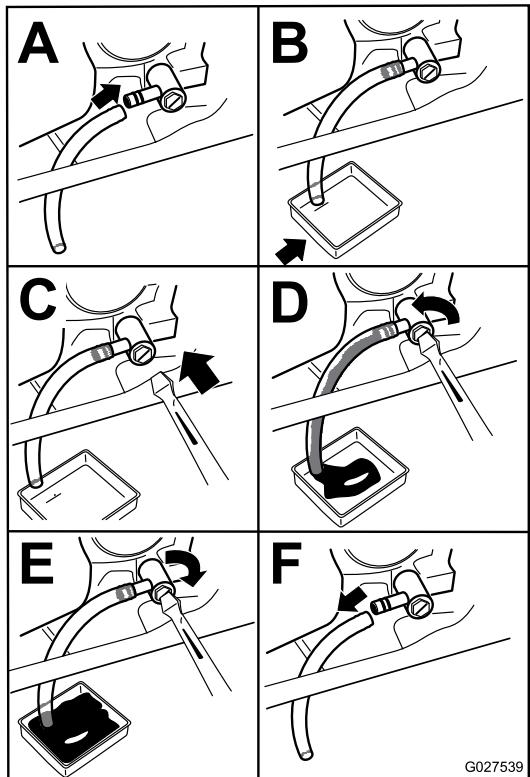

Figura 40
3. Desligue o motor, retire a chave e aguarde até que todas as partes em movimento parem antes de sair da posição de operação (Figura 40).